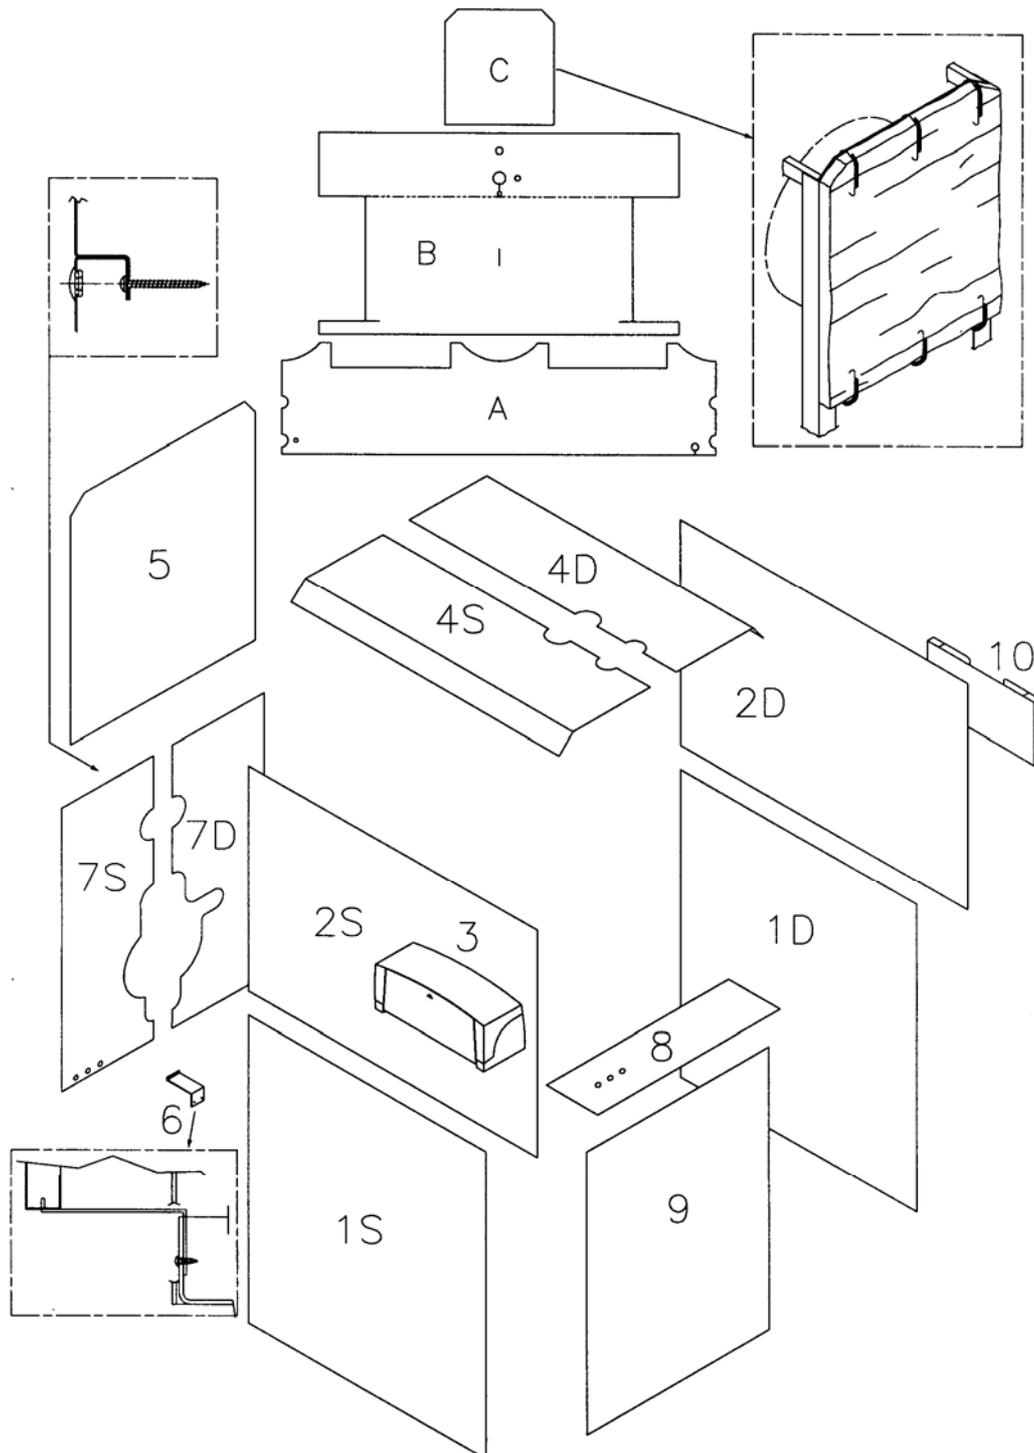

Fig. 5
5.3 RIVESTIMENTO CALDAIA mod. 160 GT/JB-270 GT/JB (Fig. 5)
- Svolgere i capillari dei termostati e fissare il pannello comando (3) al fianco con le apposite viti, quindi inserire i bulbi nel pozzetto. Montare i pannelli superiori (4S) e (4D).
- Montare il pannello (5); fissare la staffa sostegno (6) sull'angolare di base del telaio, appoggiare il pannello (7D) e poi il pannello con passacavi (7S) su di essa agganciandoli ai pannelli laterali, bloccarli quindi con le viti e chiudere i fori di passaggio con gli appositi tappi. Agganciare il pannello ant./centrale con passacavi (8) fissandolo con le viti e quello ant./inf. (9). Montare infine il porta documenti (10) sul lato opposto del pannello comando fissandolo con la vite.